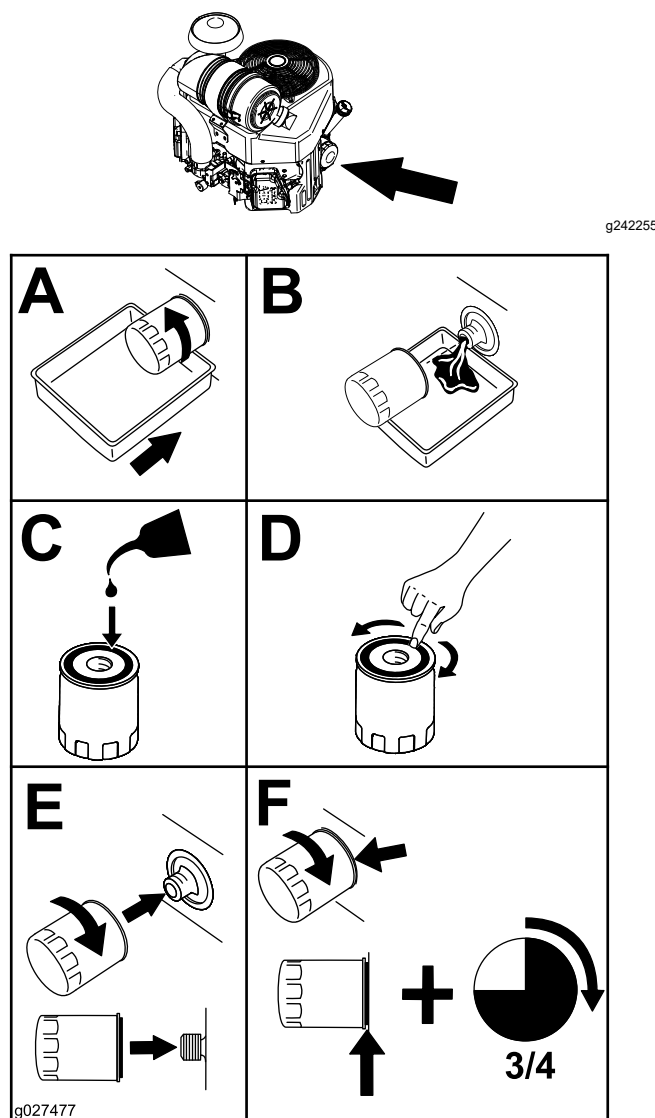

Figura 32
2. Înlocuiți filtrul de ulei de motor (Figura 32).